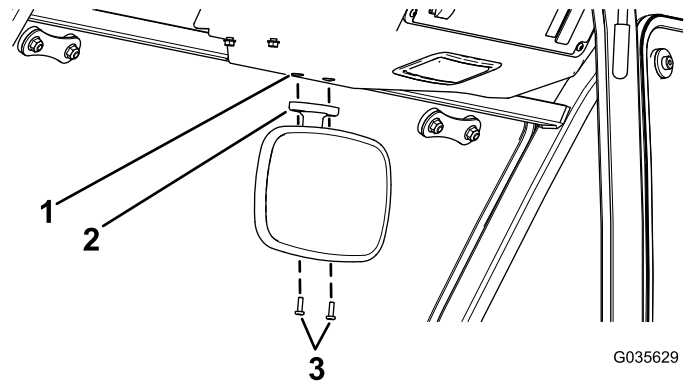
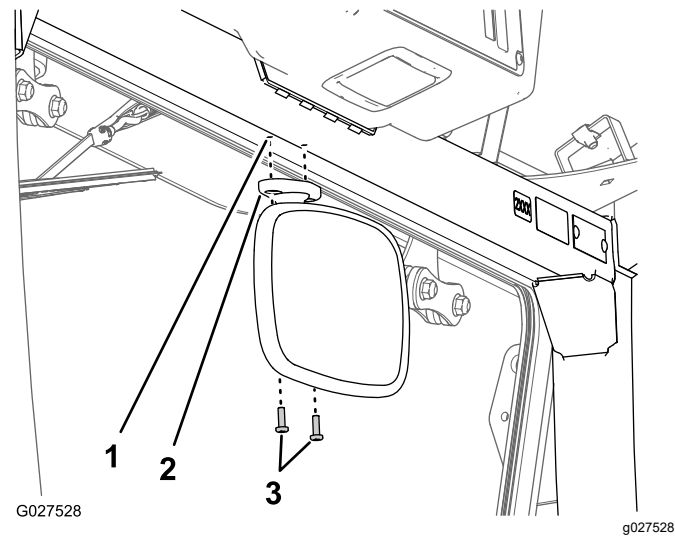

Figura 3
Figura 4
2. Alinee los orificios del soporte del retrovisor con los orificios de la parte superior del bastidor de la cabina (Figura 3 o Figura 4).
3. Sujete el retrovisor al bastidor de la cabina con los 2 tornillos Phillips (N° 10 x 5/8"), según se muestra en Figura 3 o Figura 4.